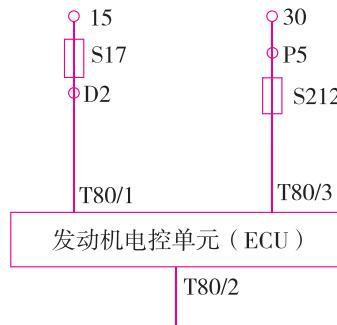

图 1-2 发动机电控单元常电、ON 电及搭铁线连接线路图
3. 若仪器显示“汽车电脑无响应”，应检查发动机电控单元的常电（保险 S212）、ON 电（保险 S17）及搭铁线是否正常。线路异常，需进行维修；线路正常，故障可能是电控单元本身。此时可找同车型的电控单元替换试验，确认故障后更换新电控单元。发动机电控单元常电、ON 电及搭铁线连接线路如图 1-2 所示。